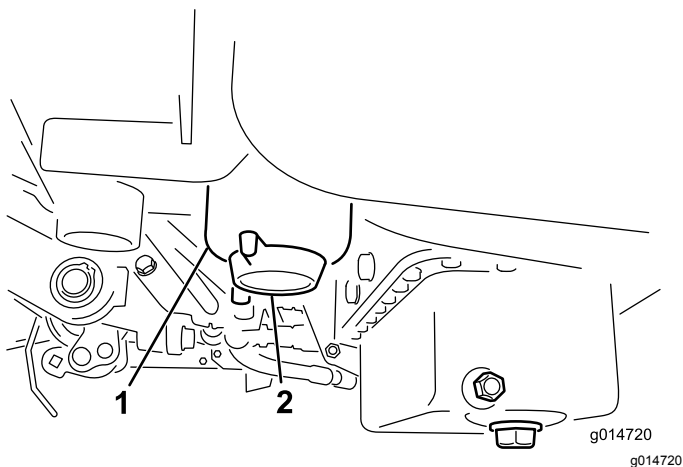

Figura 36
2. Limpe a zona de montagem do recipiente do filtro (Figura 36).
4. Abra o tampão de escoamento do filtro (Figura 36).